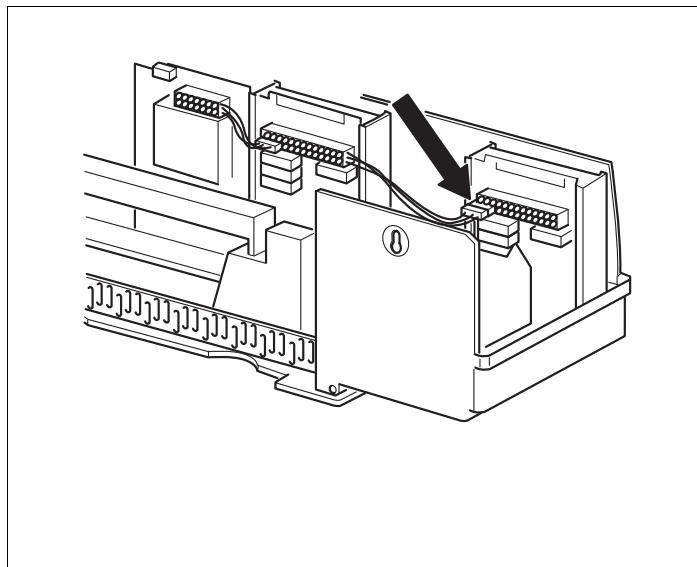

Рис. 21 Подключение напряжения 230 В
- Вставьте соединительный штекер (230 В) модуля в предусмотренный для него разъем на штекерной планке (при подключении модуля в разъеме 1, → рис. 21).